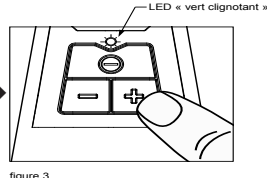

figure 3
3. Réglez la vitesse en appuyant sur les boutons « + » ou « - » du porte-boutons. Appuyez sur « + » pour augmenter le réglage de la vitesse, « - » pour baisser le réglage de la vitesse. – voir figure 3.